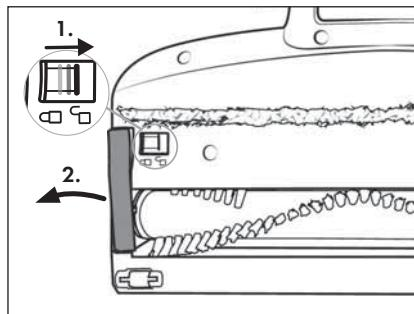

Fig. 24
- Limpie regularmente el rodillo de cepillos ⑩ para garantizar el funcionamiento correcto del aparato y evitar fallos.
- 1) Desmonte el cepillo para suelos ⑪ del tubo de aspiración ⑫ o del aparato (consulte el capítulo **Desmontaje del aparato**). Dé la vuelta al cepillo para suelos ⑪.
- 2) Para desencastrar el rodillo de cepillos ⑩, desplace el desencastre del rodillo de cepillos ⑬ con el dedo hacia el símbolo  (abrir). Tras esto, retire el soporte del rodillo de cepillos ⑭ del cepillo para suelos ⑪ (consulte la fig. 24).